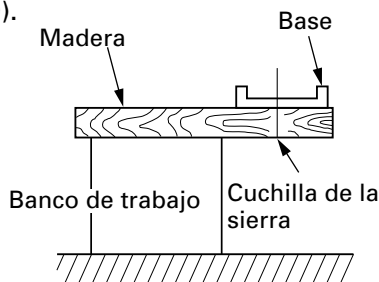

Fig. 9
6. Prepare un banco de trabajo de madera (Fig. 9).